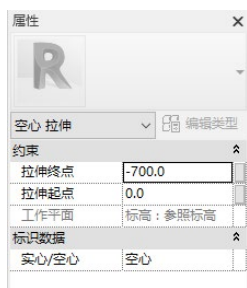
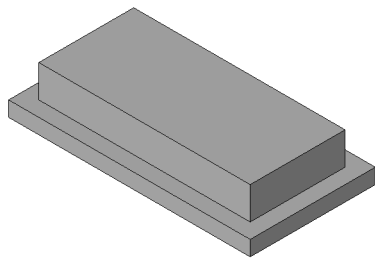

图 10-52 设置拉伸参数
图 10-53 空心拉伸
7) 在“属性”选项板中设置“拉伸起点”为“0.0”，“拉伸终点”为“-700.0”，设置“实心/空心”为“空心”，如图 10-52 所示，单击“应用”按钮，单击“模式”面板中的“完成编辑模式”按钮, 完成拉伸模型的创建，如图 10-53 所示。